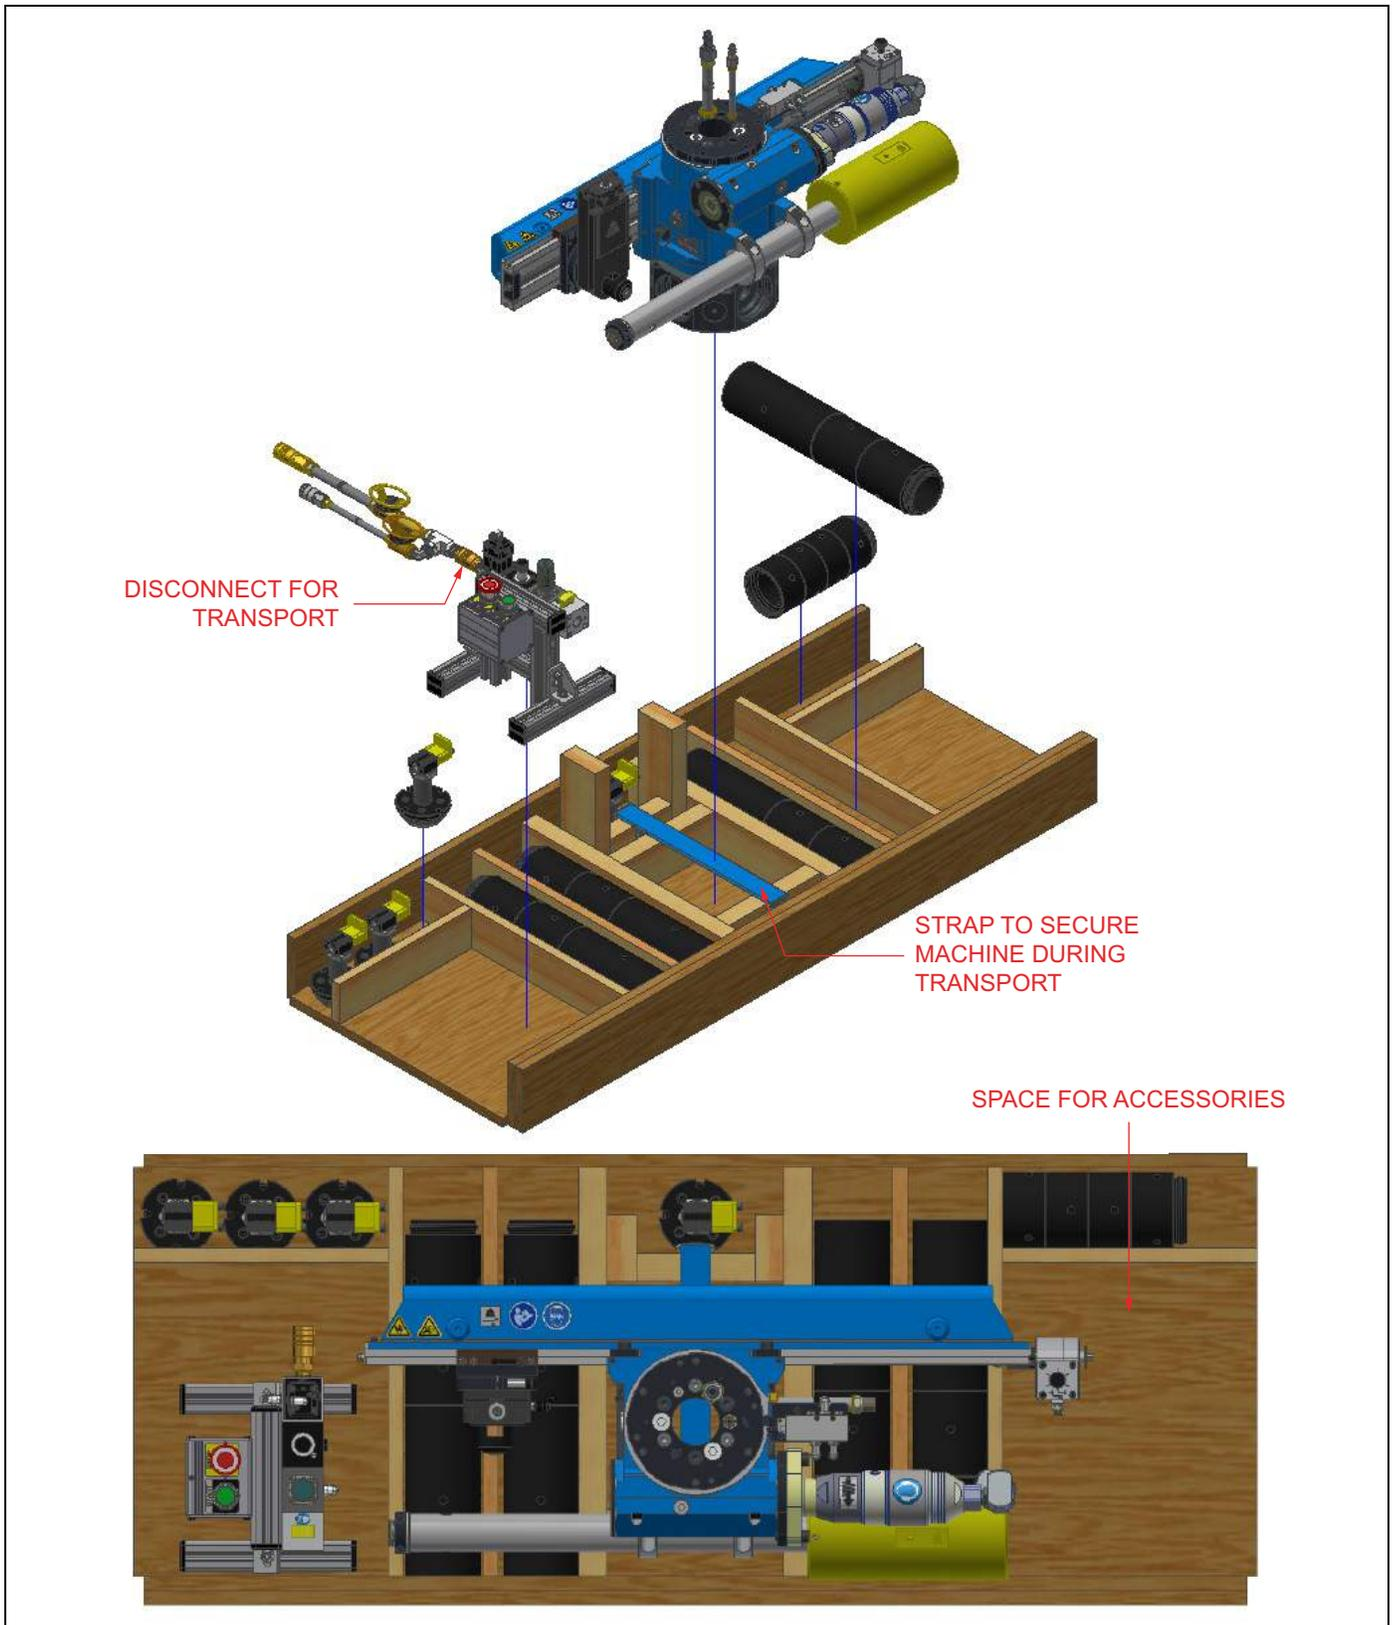
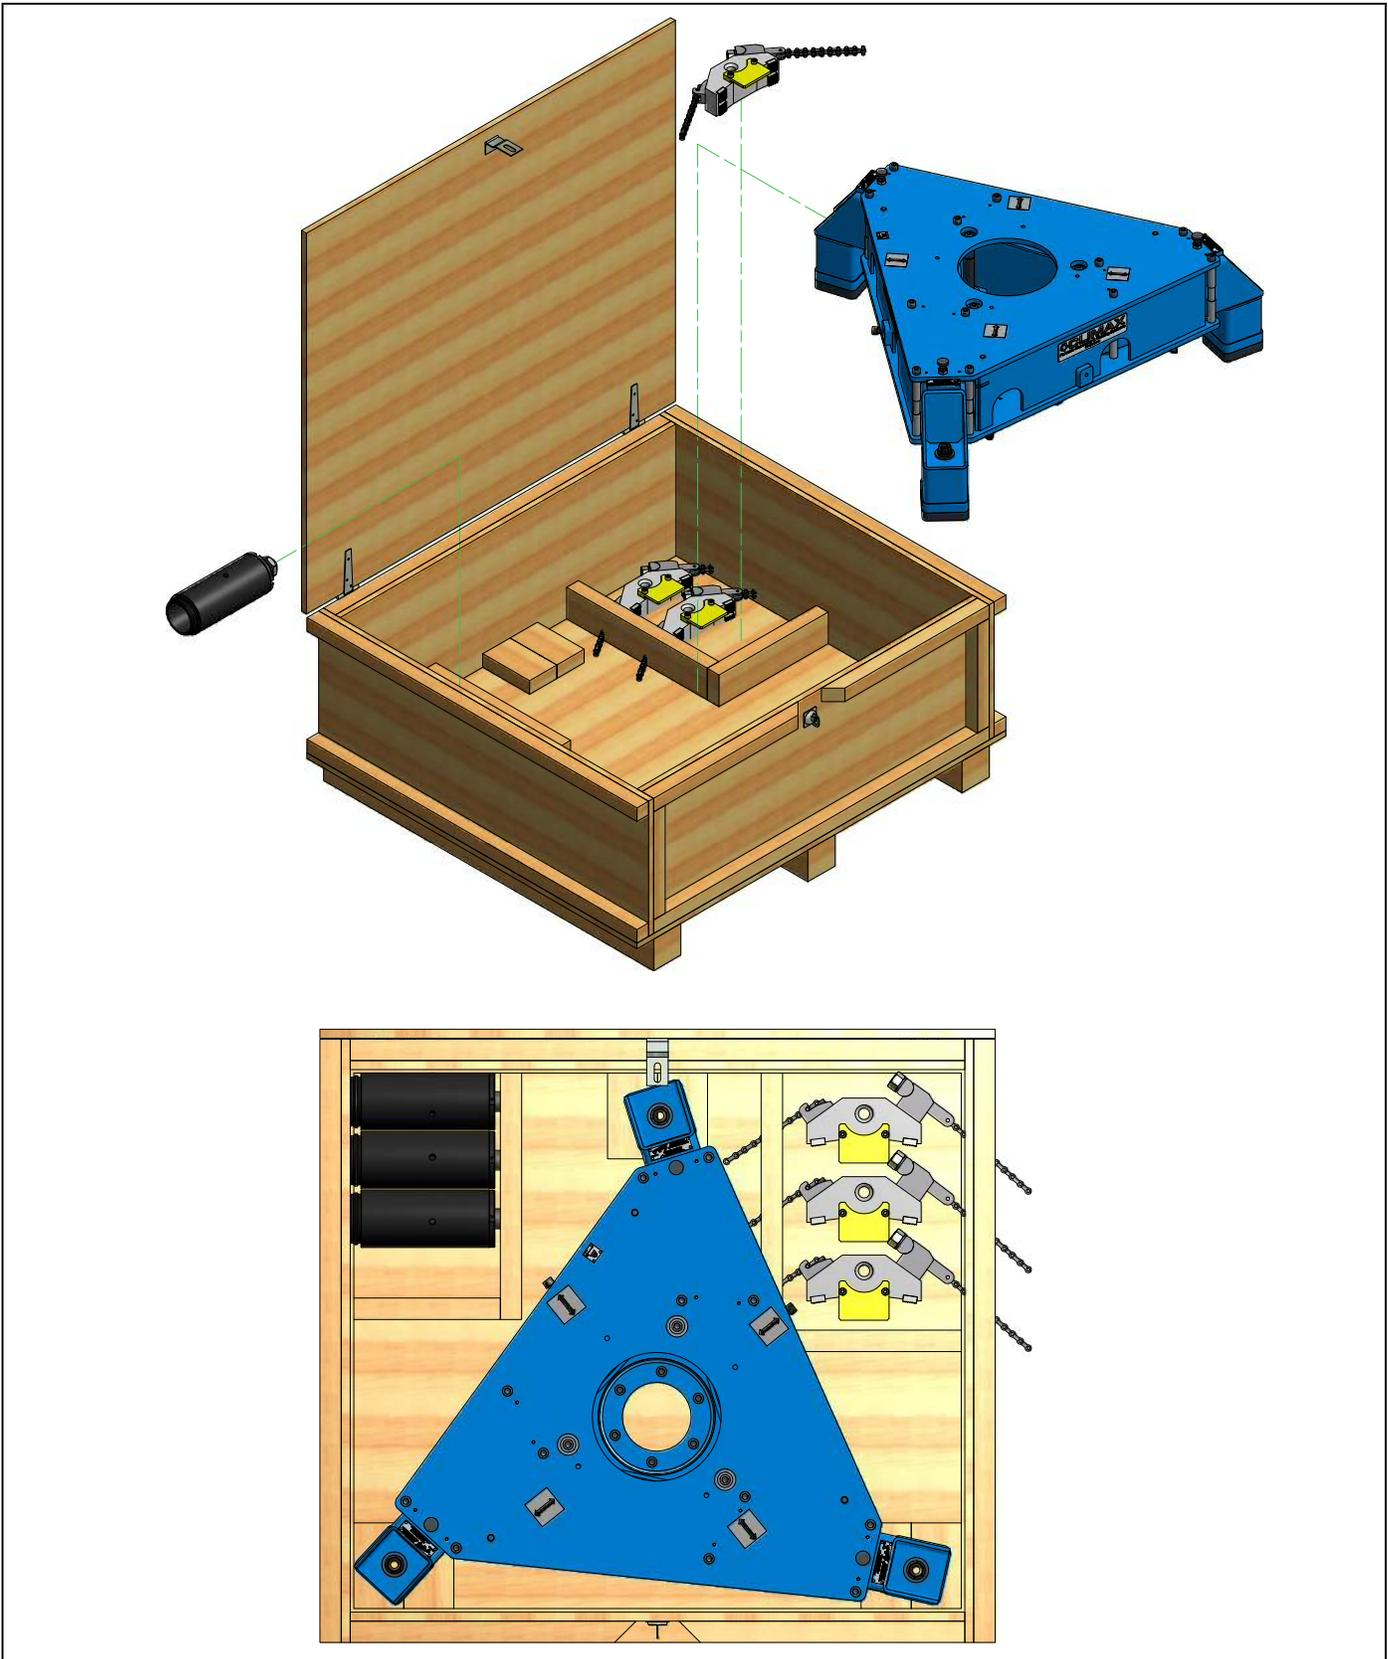

FIGURA 6-2. EMBALAJE DE LA FF6300 CON PORTAÚTILES INTERIOR
FIGURA 6-3. EMBALAJE DE LA FF6300 CON AMARRE EXTERIOR
3. Empaquete la máquina en su recipiente de envío de la forma mostrada en la Figura 6-2 o Figura 6-3.
2. Empaquete la máquina en su recipiente de envío de la forma mostrada en la Figura 6-2 o Figura 6-3.
Empaquete la máquina de la forma mostrada en la Figura 6-2 o Figura 6-3.